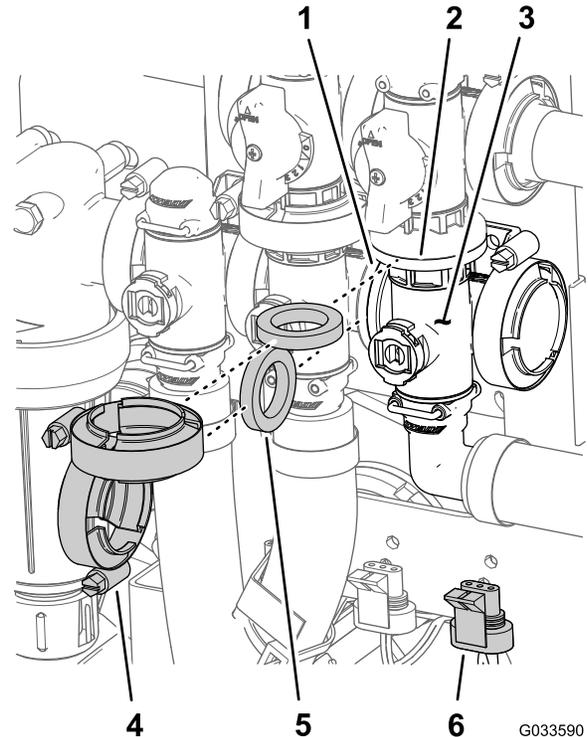

図 126
1. マスターブームバルブマニホールドのフランジ、ガスケット、マスターブームバイパスバルブのフランジを、整列させる 図 126。
2. マスターブームバルブ用マニホールド、ガスケット、マスターブームバイパスバルブを組み立ててフランジクランプを手締めする 図 126。
3. マスターブームバルブマニホールドのフランジ、ガスケット、攪拌バルブ用マニホールドを整列させる 図 126。
4. マスターブームバルブマニホールド、ガスケット、攪拌バルブマニホールドを組み立てて、フランジクランプを手締めする 図 126。
7. 攪拌バルブをバルブマウントに組み付ける; フランジヘッドボルトとフランジロックナット 図 126 はステップ 3 マスターブームマニホールドバルブの取り外し (ページ 76) で取り外したものを使用し、ボルトとナットを 10-12 N·m 1.0-1.2 kg/cm2 = 90-110 in-lb にトルク締める。